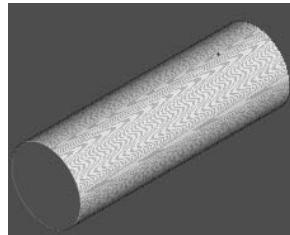

图 4-87 仿真加工结果 1
2) 在“仿真”工具栏的“当前刀具路径”下拉列表中选择要模拟的刀具路径 finish1，然后单击“执行”按钮 $\triangleright$ ，系统开始自动仿真加工，仿真加工结果如图 4-87 所示。